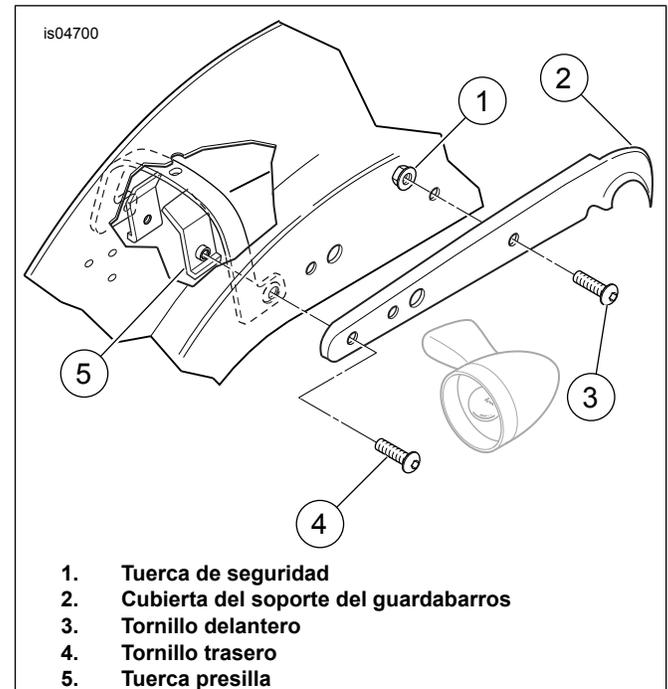

Figura 1. Soporte del guardabarros trasero (se muestra el lado derecho)
4. Vea Figura 1. Extraiga y deseche el tornillo (3) y la tuerca de seguridad (1) de la cubierta del soporte del guardabarros trasero (2).
5. Extraiga y deseche el tornillo trasero (4) y la tuerca presilla (5) de la cubierta del soporte del guardabarros trasero.